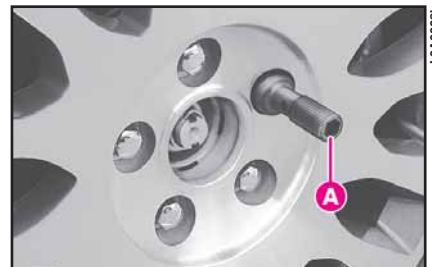

fig. 15
**ADVERTENCIA** Para realizar más fácilmente esta operación, use el casquillo específico **A** (fig. 15).
**ADVERTENCIA** Para apretar más fácilmente los tornillos, use el casquillo específico A (fig. 15).